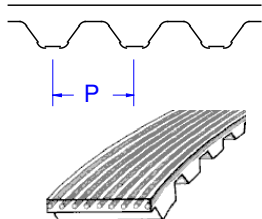

Fig. 1^A
- Correias em "V" Lisas (fig. 1) ;
A polia em "V" recebe o nome de trapezoidal porque a superfície na qual a correia se **assenta** apresenta a forma de trapézio ou de uma letra V. As polias trapezoidais têm que ter canaletes (ou canais) e são dimensionadas de acordo com o perfil padrão da correia a ser utilizada nestas polias (Fig. 1).